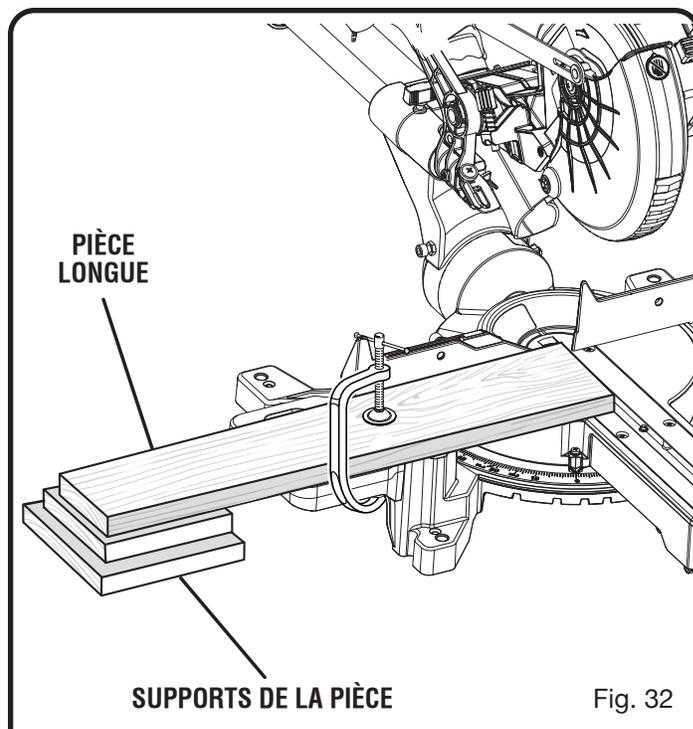

Fig. 32
- Lors de la coupe de planches ou de moulures longues, soutenir l'extrémité libre de la pièce avec un chevalet à rouleau ou un plan de travail se trouvant au même niveau que la scie. Voir la figure 32.
- Lors de la coupe de longues pièces ou moulures, retenez l'extrémité opposée de la pièce avec un support à rouleau ou une surface de travail de niveau avec la table de la scie. Voir la figure 32.
Voir la figure 32.